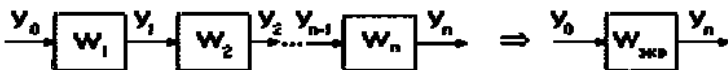

Рис. 21. Перетворення при послідовному з'єднанні
1. *Послідовне з'єднання* (рис. 21) – вихідна величина попередньої ланки подається на вхід подальшої. При цьому можна записати: